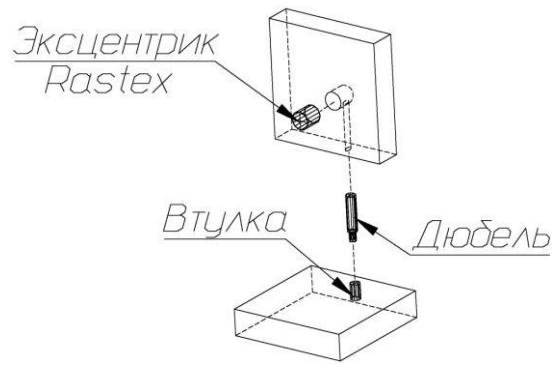

Рис. 1
1. В боковые стенки (73), (74), горизонтальные щиты (76), (77), задние стенки (78), перегородку (75) в имеющиеся отверстия установить эксцентрики, таким образом, чтобы стрелка была повернута в сторону отверстия в торце.
2. В установленные муфты эксцентриковых стяжек на боковых стенках (73), (74), верхнем щите (72), нижнем щите (71), вернуть дюбели DU644, в соседние отверстия установить шканты (рис.1). Установить шканты в отверстия на пласти горизонтального щита (76) и в отверстия на нижних торцах задних стенок (78).